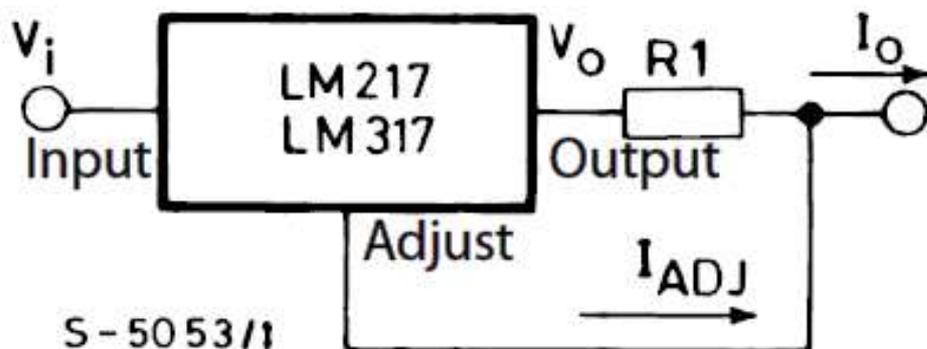

Рисунок 1 – Стабилизатор тока LM317T
- Типовое включение микросхемы LM317T (LM317) в режиме стабилизации **тока** представлено на рис. 1 (спецификация производителя):